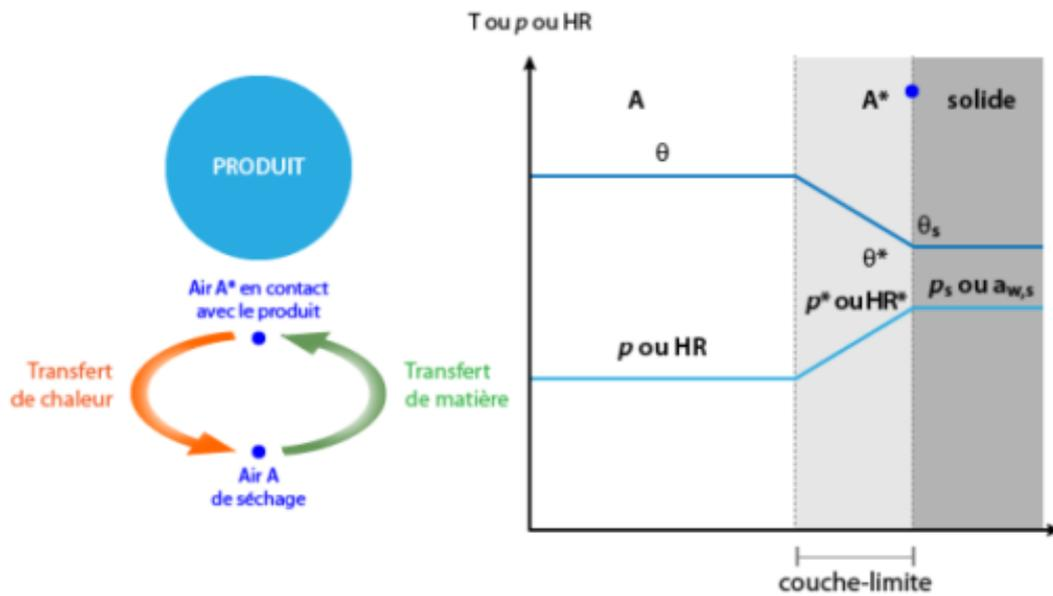

Figure 4 : Transfert entre l'air et la surface du produit
- Un transfert d'eau s'effectue en sens inverse du fait de la pression partielle d'eau entre l'air et la surface du produit (Figure 4)